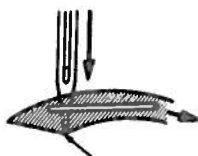

Fig. 4
- Controllare che la punta dell'ago, nella sua corsa discendente, collimi con lo spigolo inferiore del crochet (fig. 4).